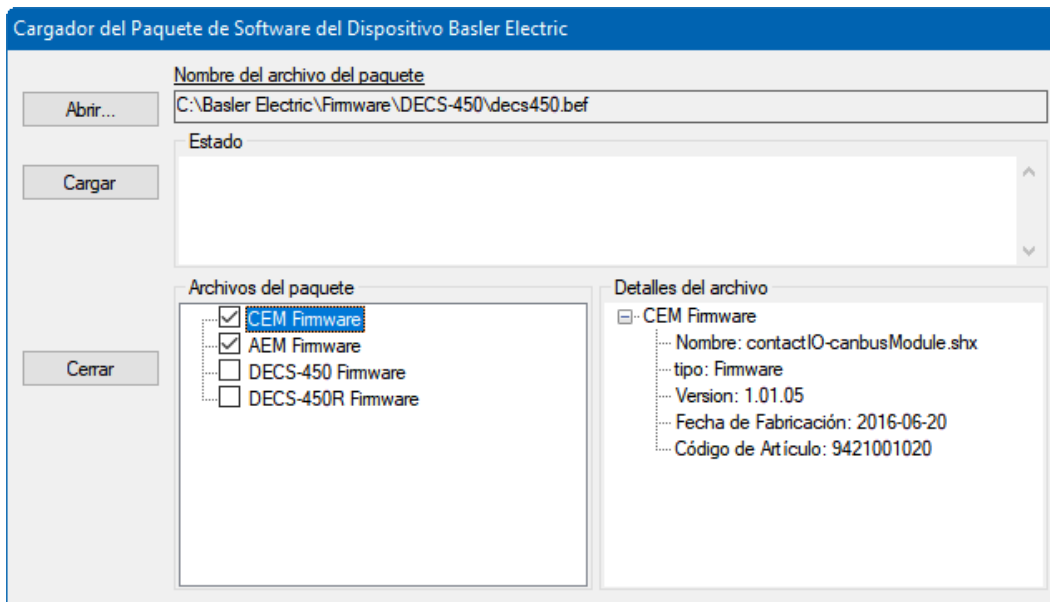

Figura 18-9. Herramienta de carga de paquete de dispositivo de Basler Electric
8. Cuando aparezca la pantalla Basler Electric Device Package Uploader (Herramienta de carga del paquete del dispositivo de Basler Electric) (Figura 18-9), haga clic en el botón Abrir para buscar el paquete del dispositivo que ha recibido de Basler Electric. Se detallan los archivos del paquete y los detalles del archivo. Tilde las casillas que están al lado de cada archivo que desea cargar.